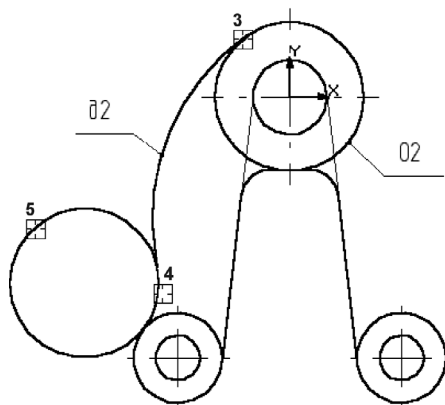

Рис. 29.9. Построение скругления и усечение кривой
8. В ответ на запросы системы укажите построенную окружность и окружность o2 (курсоры 3 и 4 на рис. 29.9) для построения скругления.
9. Нажмите кнопку **Усечь кривую** на панели **Редактирование**. Удалите лишний участок построенной окружности (курсор 5 на рис. 29.9).